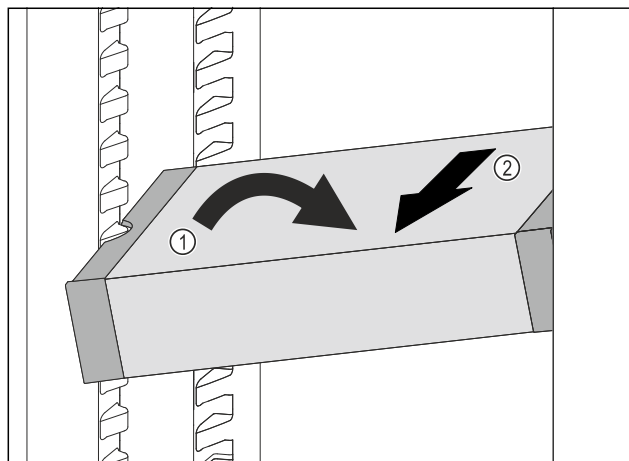

Fig. 188
- ▶ 在冷藏区中倾斜 VarioSafe。 Fig. 188 (1)
- ▶ 向前取出 VarioSafe。 Fig. 188 (2)